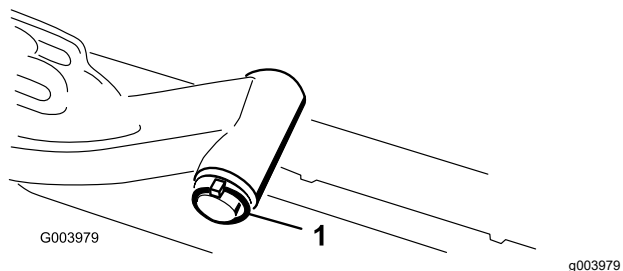

图 18
- A. 拆下将提升臂枢轴固定至提升臂的保险销和垫圈将提升臂枢轴滑出提升臂 (图 18)。
- C. 将提升臂轴插入提升臂用垫圈和保险销将其固定图 18)。